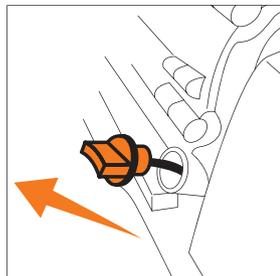

Рис. 42
- Отверните крышку маслозаливной горловины, достаньте щуп (Рис. 42).
- Если уровень масла меньше нижней линии (L) на щупе, добавьте масло до верхней линии (H).